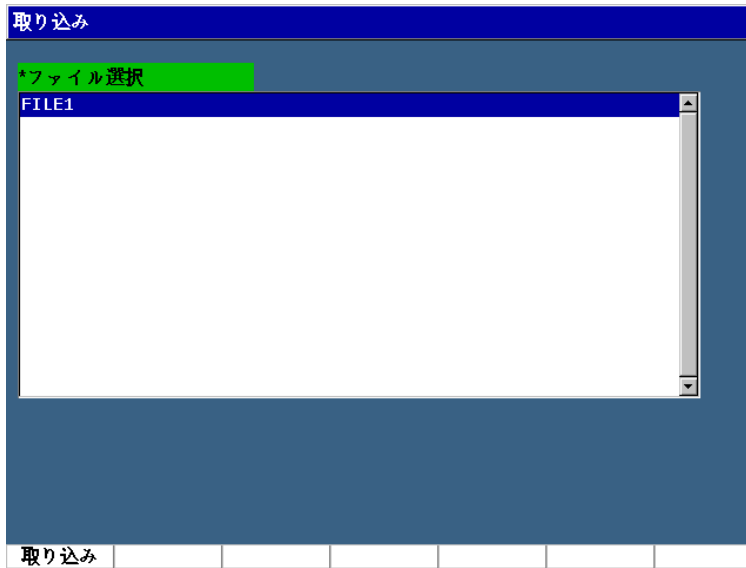

図 10-21 取り込み（メモ）ページ
1. **インポートメモ** (P7 キー) を押し、**取り込み**ページを表示します (216 ページの図 10-21 参照)。